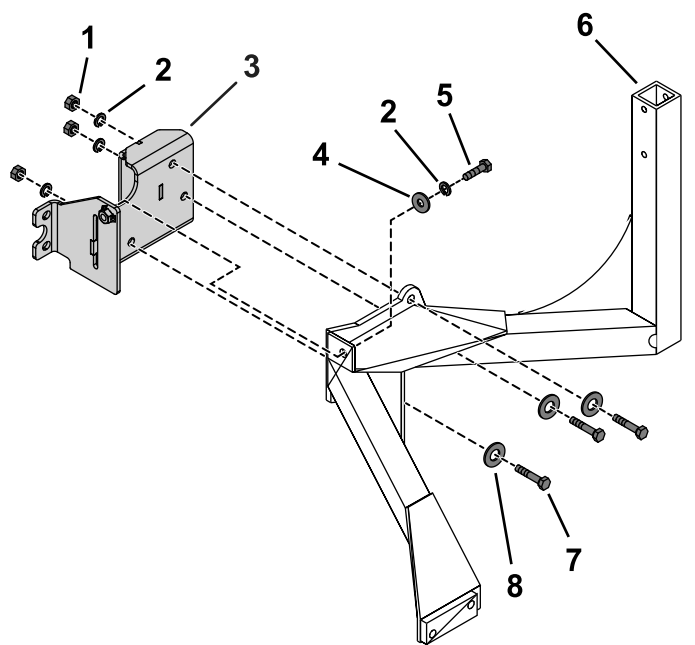

Рисунок 7
1. Прикрепите монтажную пластину к монтажному кронштейну с помощью трех болтов ($\frac{1}{2} \times 1\frac{1}{4}$ дюйма), плоских шайб, стопорных шайб и гаек (Рисунок 7).
- Прикрепите монтажный кронштейн к монтажной пластине с помощью болтов ($\frac{1}{2}$ x 1 дюйм), гаек и стопорных шайб (Рисунок 7).